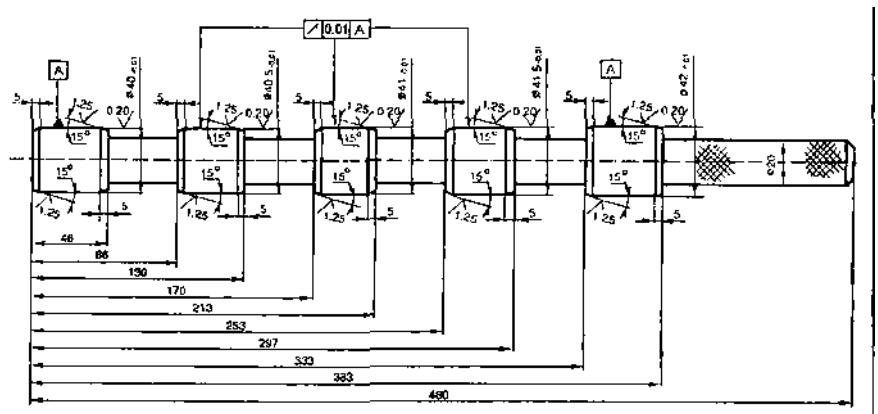

Рис. 2.11.1. Оправка для проверки соосности гнезд в головке цилиндров.
3. Оправкой (рис. 2.11.1) проверить соосность, а нутромером — размеры гнезд на расстоянии 1/4 длины от торца гнезда под распределительный вал.
хари и, постепенно отпуская пружины, снять тарелку пружин клапана, пружины и шайбу (рис. 2.11.1).
1. После длительной эксплуатации двигателя маслоотражательные колпачки и манжета требуют замены. Течь из-под манжеты распределительного вала определяется по подтекам на торце головки цилиндров. В случае разборки головки цилиндров с малым пробегом, но требующим снятия клапанов или распределительного вала, маслоотражательные колпачки и манжету тщательно осмотреть (рис. 2.11.1).